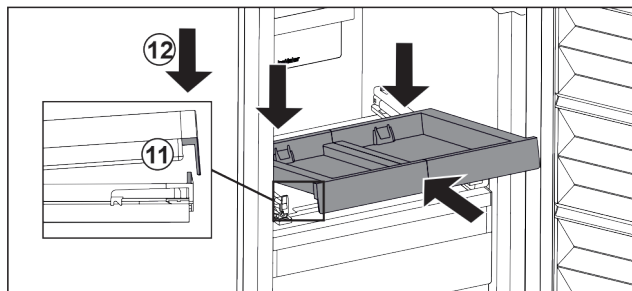

Fig. 127
- ▶ Šikmo zasuňte. Dbejte, aby byl na obou stranách doraz za západkou. Fig. 127 (11)
- ▶ Usadte vpředu vysouvací přihrádku. Fig. 127 (12)